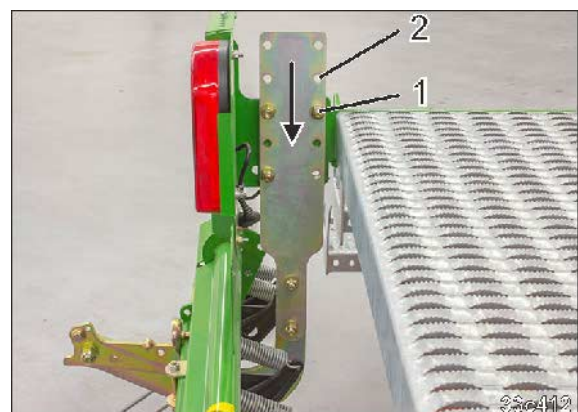

Fig. 173
- 4.1 Løsn skruerne (Fig. 173/1)
- 4.2 Sæt holderen i et nyt hulbillede (Fig. 173/2)